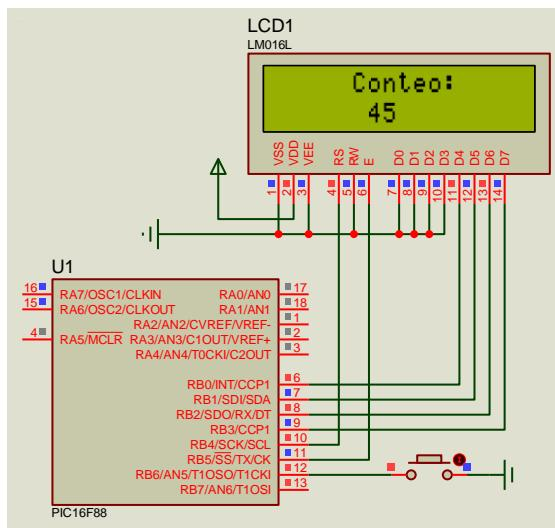

Figura 7.6 Circuito del problema RB1.c
**RB1.c:** Cada vez que presione un pulsador conectado en RB6 se incrementará un contador que será visualizado en el LCD (figura 7.6). *Conversions*  *LCD*  *4MHz*